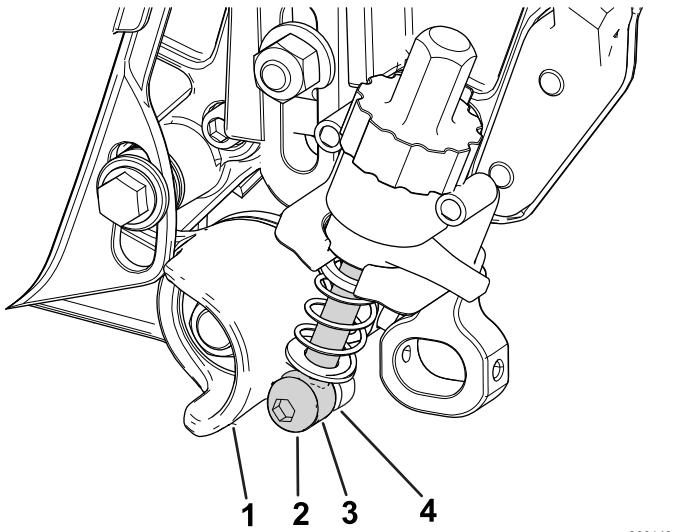

Figura 13
- Alinee la varilla del conjunto del brazo del regulador junto al collar del regulador en el conjunto de la polea tensora y fíjela al collar con un perno de cuello largo y una arandela endurecida (Figura 13); apriete el perno de cuello largo a entre 16 y 22 N·m.